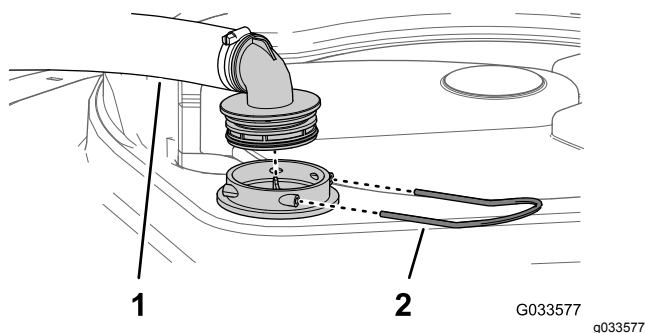

Figura 46
2. Nella parte superiore dell'irroratrice, rimuovete il fermo che fissa il raccordo del flessibile collegato al flessibile grande dall'alloggiamento del filtro (Figura 46).
3. Rimuovete il flessibile e il raccordo del flessibile dall'alloggiamento del filtro (Figura 46).